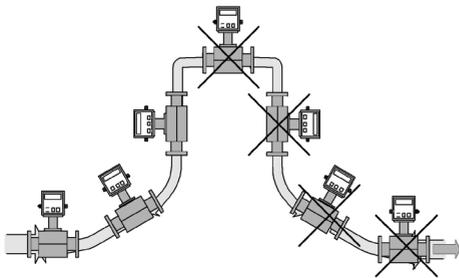
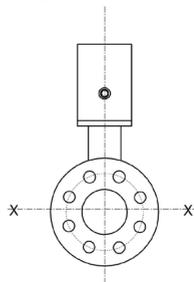

Рис. 3 Варианты установки ППР (расходомера)
Рис. 4 Ориентация ППР относительно осей
2.1.2.1 ППР устанавливается на горизонтальном, вертикальном или наклонном трубопроводе таким образом, что весь объем трубы преобразователя в рабочих условиях был заполнен измеряемой средой (смотри рисунок 3), а линия электродов была (смотри рисунок 4).